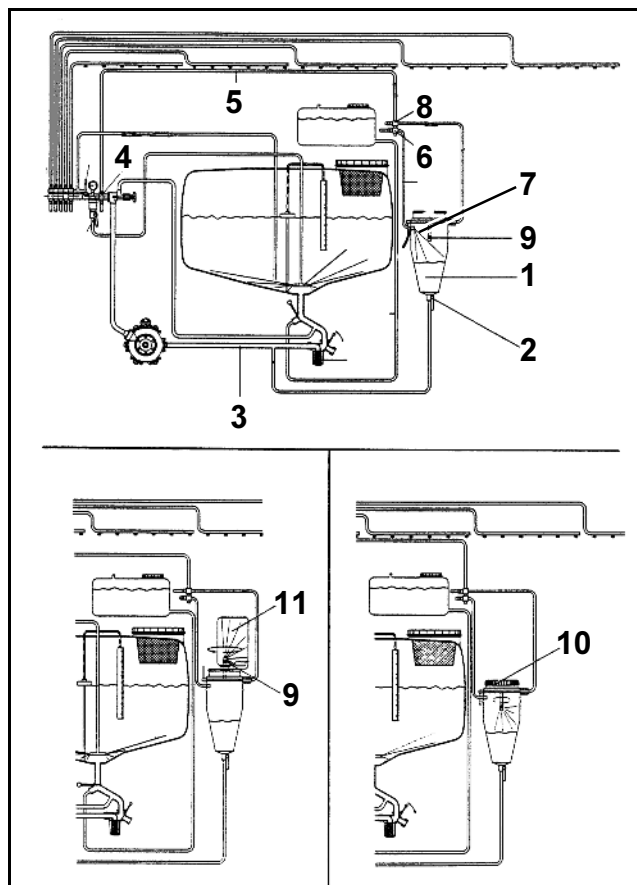

Рис. 160
- Проверьте, закрыт ли кран простого действия (Рис. 160/ 2).